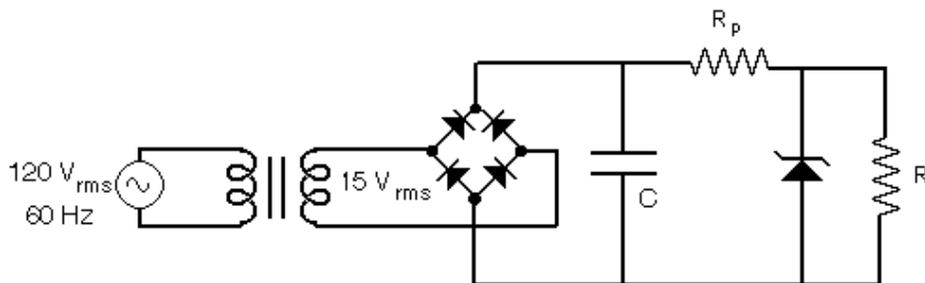

Figura 3: Fuente regulada: Circuito rectificador de onda completa con filtro capacitivo y regulador básico con diodo zener
6.- Para el circuito de la Figura 3, la fuente DC constituida por un rectificador de onda completa con filtro capacitivo y regulador zener:
c) Utilizando los valores indicados por su profesor, realice la simulación interactiva del circuito de la Figura 3 en MULTISIM, usando el osciloscopio Tektronix de la sección de instrumentos virtuales a fin de observar en la pantalla las formas de onda indicadas anteriormente y obtener los valores requeridos.
10.- Conecte al circuito el diodo zener y la resistencia R_p , como se indica en la figura 3 con los valores indicados por su profesor. Observe las formas de onda en la entrada del rectificador, sobre el condensador y sobre la carga. Registre estas ondas para su posterior análisis y anote los siguientes datos:
11.- Una vez que se tiene el regulador con zener de la Figura 3, antes de desconectar la resistencia de carga es necesario tener la seguridad de que el valor de R_p es el adecuado para que la corriente que circulará por el diodo zener no sobrepase la corriente máxima del dispositivo. El diseño del regulador debe realizarse de forma que se cumpla esta condición. Desconecte la resistencia de carga y mida el voltaje del zener y la corriente que circula por el diodo zener, determinando el voltaje sobre la resistencia de protección y dividiéndolo entre el valor de dicha resistencia. Estas mediciones permiten calcular la potencia del zener en la condición del regulador sin carga.
12.- A fin de determinar la regulación de carga, realice las siguientes mediciones sobre la resistencia de carga en el circuito de la Figura 3, manteniendo constantes el valor del condensador y la amplitud del voltaje de entrada al rectificador de onda completa.
13.- A fin de determinar la regulación de línea, realice las siguientes mediciones sobre la resistencia de carga en el circuito de la Figura 3 (que debe permanecer constante durante esta prueba) y varíe el voltaje de entrada al rectificador utilizando el variac. Registre tres valores para los que el regulador se mantenga operativo.